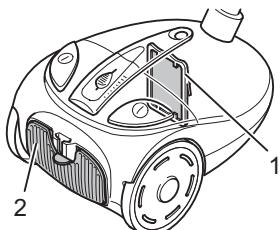

Abb. 22
- **Motorschutzfilter (Abb. 22/1)** verhindert bei defektem Staubfilterbeutel, dass größere Partikel den Motor zerstören.
- **Hygiene-Ausblasfilter (Abb. 22/2)** filtert feinste Partikel aus der ausgeblasenen Luft.